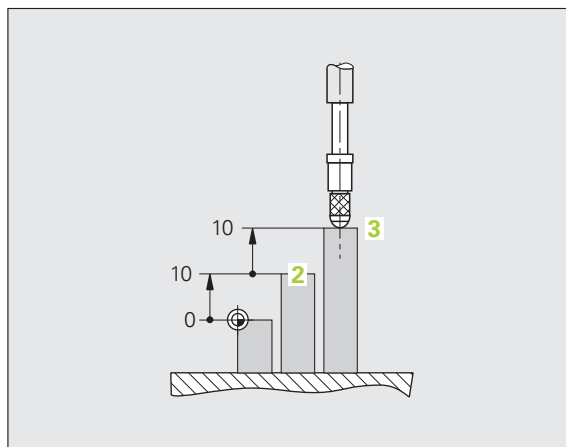

图 I.6 位置 3：用增量坐标值定义
**举例：**位置 3 的增量坐标是相对位置 2 参见图 I.6 的。